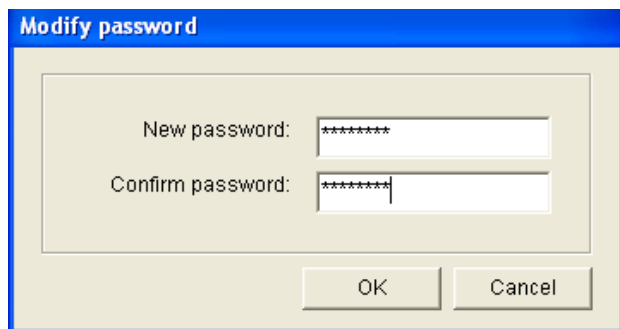

Abbildung 8.21: Fenster für Passwortänderung
- 2 Geben Sie das aktuelle Passwort ein und klicken Sie dann auf OK. Das Vorgabepasswort ist 12345678. Nun erscheint das folgende Fenster (siehe Abbildung 8.21).